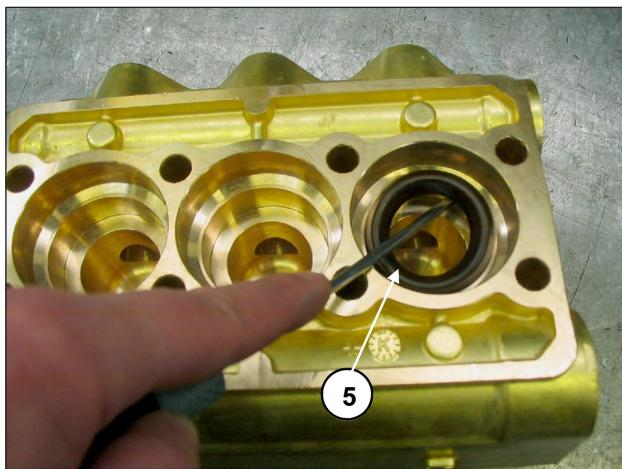

Fig. 21
C) Extraer las juntas de alta presión del cabezal y aquella de baja presión del correspondiente soporte utilizando herramientas simples como se indica en la Fig. 21, pos. ⑤, prestando atención de no dañar las correspondientes sedes.